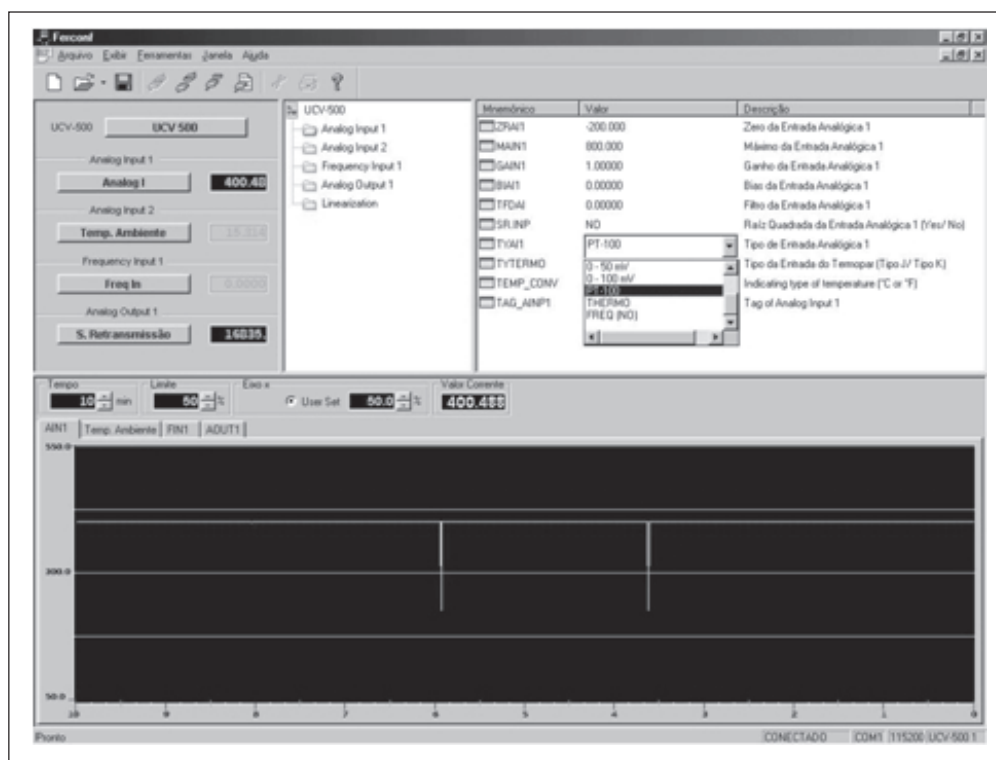

Figura III.2 – Configuração das entradas em Pt-100
5. Agora na pasta *Analog Input 1* escolha o parâmetro TYAI1 como sendo Pt-100 (ver Figura III.2);